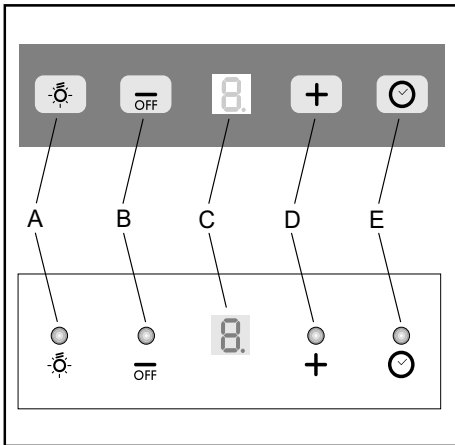

Fig.18
BETJENING-SENHED: (Fig.18)
• M tning af fedtfiltere / aktive kulfiltere: Fig.18